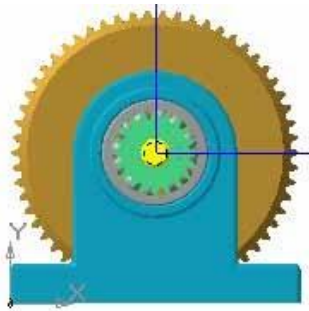

Рисунок 8.15 – Побудова ескізу у вигляді двох відрізків
1. Виберіть фронтальну площину і побудуйте в ній ескіз у вигляді двох відрізків (рис. 8.15).